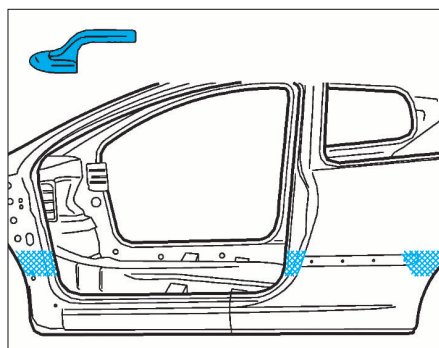

FIG. 96
- Faire un étamage selon (Fig.96).